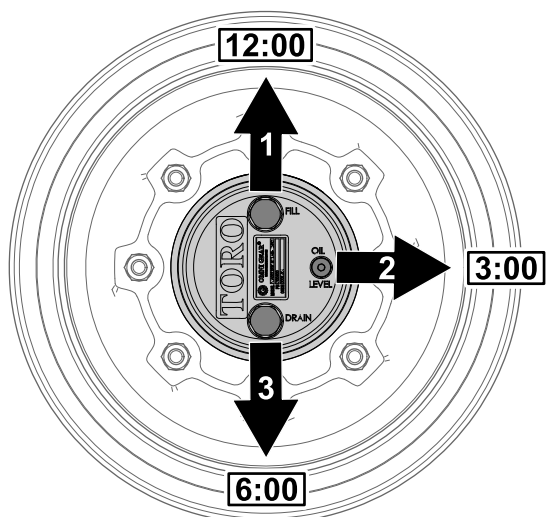

Рисунок 103
1. Припаркуйте машину на ровной поверхности, расположите колесо так, чтобы пробка заливного отверстия находилась в положении «12 часов», пробка контрольного отверстия – в положении «3 часа», а пробка сливного отверстия – в положении «6 часов» (Рисунок 103).
2. Снимите пробку контрольного отверстия, расположенную в положении «3 часа» (Рисунок 103).
см. Рисунок 103 в разделе Проверка масла в планетарном редукторе (страница 75).